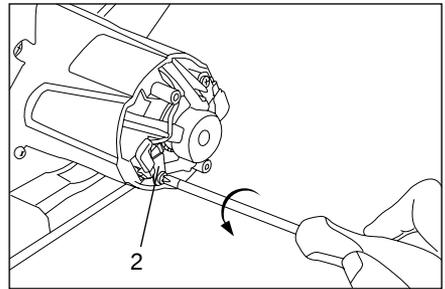

Fig. 19
2. Retirez la plaque de serrage des balais (2) (Fig. 19).